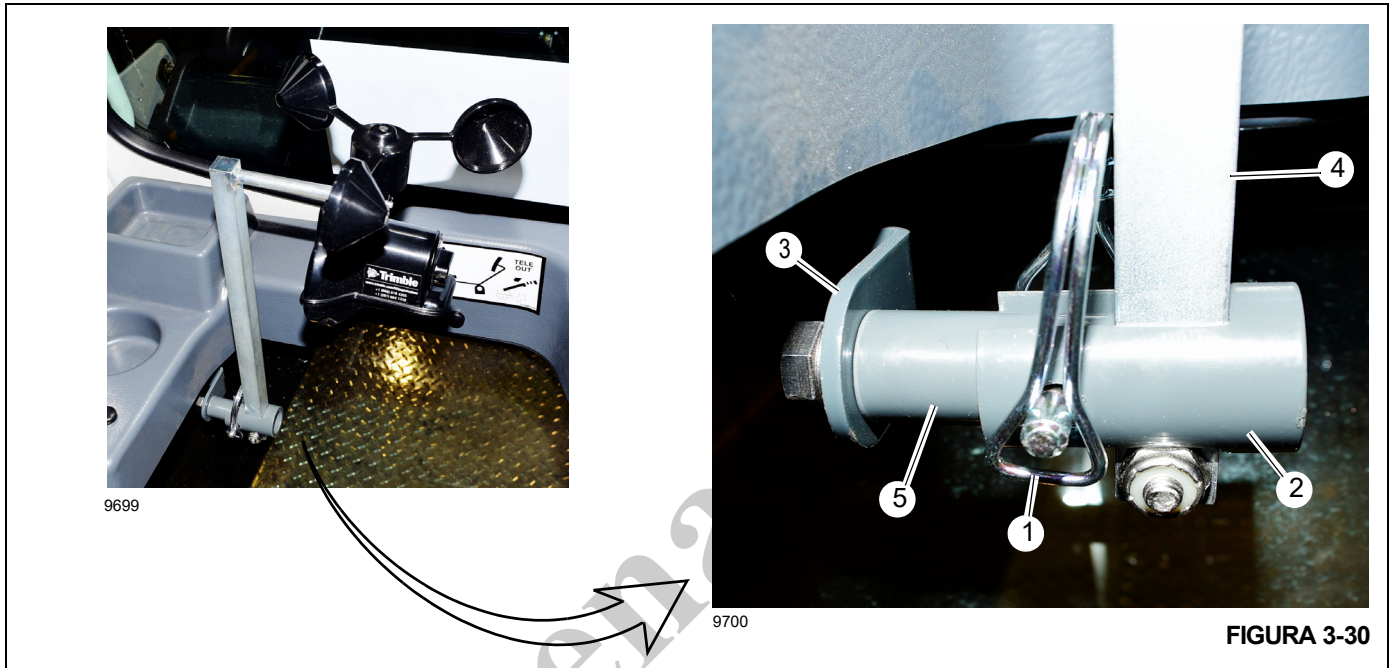

FIGURA 3-30
2. Na cabine, remova o pino de segurança (1, Figura 3-30) e a bucha (2) do suporte de retração do anemômetro (3).
3. Instale o mastro do anemômetro (4) no retentor da haste do suporte de retração (5).
4. Instale a bucha (2) sobre o mastro (4) e o retentor da haste (5). Alinhe os furos da bucha e do retentor para que o pino de segurança possa ser instalado.
5. Instale o grampo de segurança na bucha (2) e nos furos do retentor (5) para fixar o mastro do anemômetro (4). Prenda o pino (1) com um grampo de segurança.